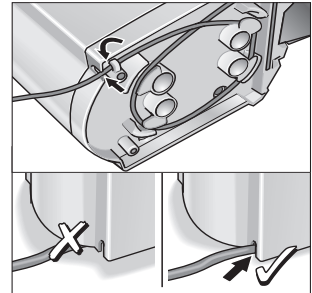

Fig. 3: Emplazamiento de la estación
- Enganche el cable restante en los ganchos correspondientes y tenga en cuenta que el cable de conexión a la red debe guiarse por la abertura de la carcasa (fig. 3).